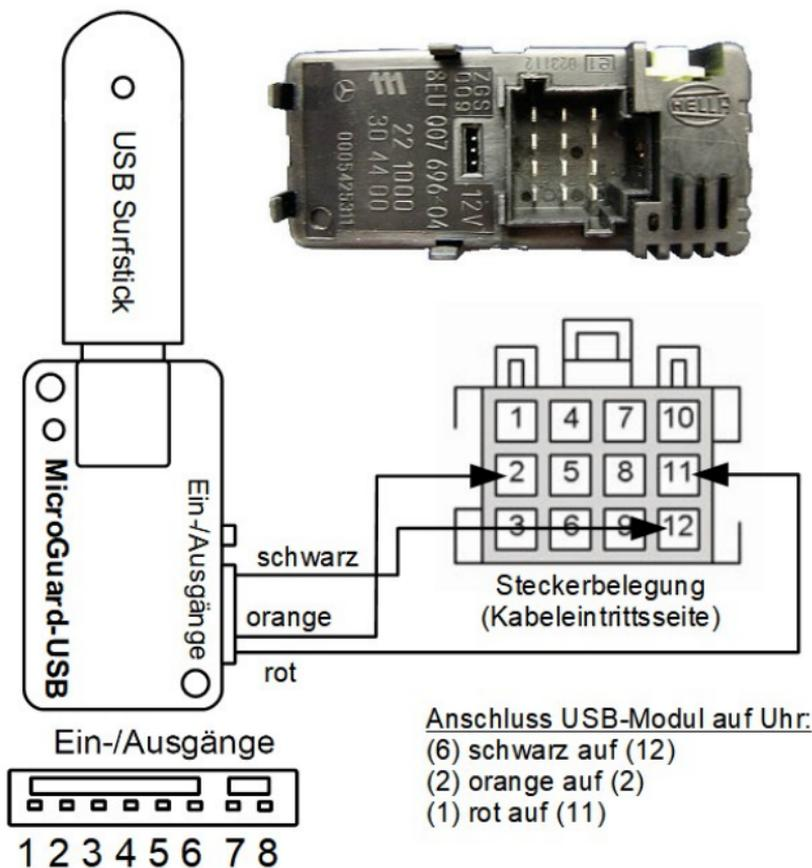

Abbildung 3: Anschluss des MicroGuard-USB Moduls an die Leitungen zur Moduluhr.
Abb. 3 zeigt den direkten Anschluss an die Zuleitungen der Uhr. Hier wird die Heizdauer von den Einstellungen im Modul gesetzt, siehe weiter unten.
Nachfolgender Abschnitt gilt nur für den Anschluss nach Abb. 3!
Das MicroGuard-USB System quittiert einen Schaltvorgang per Anruf mit einem Abweisen der ankommenden Verbindung. Die Anzahl der Klingelzeichen bis zum Abweisen der Verbindung ist beim Einschalten und Ausschalten der Ausgänge unterschiedlich (nur bei Anschluss nach Abb. 3):
- Anschluss nach Abb. 3: Die Heizung schaltet aus gemäß der im MicroGuard eingestellten Heizedauer. Ein Anruf (SMS/App) nach Ablauf der Heizzeit führt zum erneuten Einschalten der Heizung. Abschalten durch Taste an der Uhr nicht möglich. Nur Anruf / SMS-Befehl STOP.
- Eine vorhandene Uhr oder ein anderes Steuerteil (z.B. eine Funk-Fernbedienung, der Originalschalter, falls vorhanden) kann weiter verwendet werden. Bei Anschluss nach Abb. 3 Ein- und Ausschalten erfolgt nur mit dem gleichen Bedienelement!